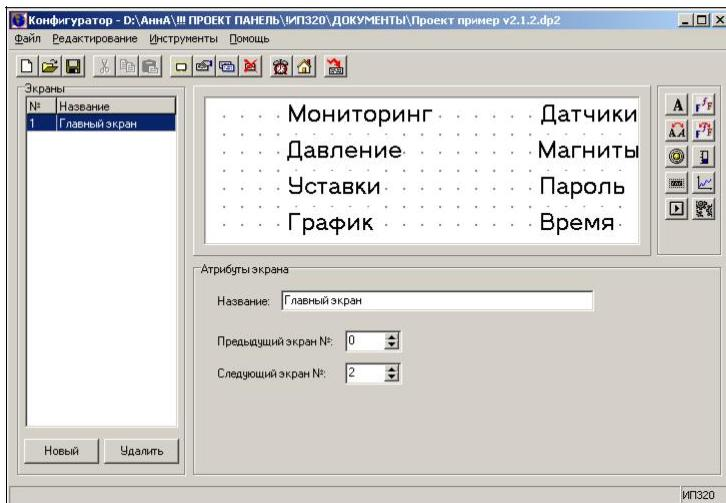

Рис. 7.3. Текстовые элементы экрана №1
- снизу от рабочей области отобразится область «Атрибуты экрана» (см. рис. 7.3). В поле «Название» – задать: «Главный».
- 8.1 Создать текстовые элементы экрана. Приемы ввода текста описаны в п. 4.1.1. Результат (см. рис. 7.3).